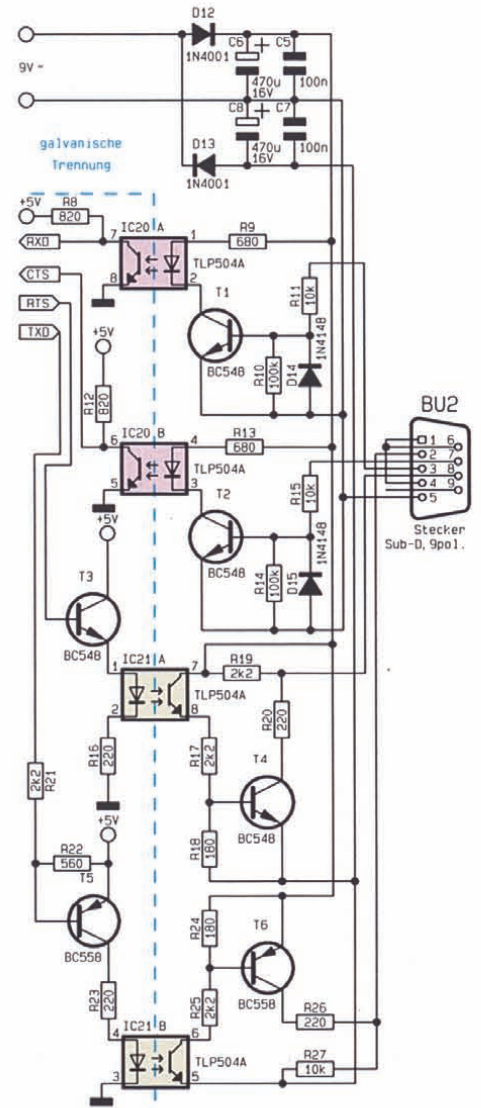

Bild 9: Schaltbild der V24B-Schnittstelle
- Abbildung 9: V24B-Schnittstelle
V24B-Schnittstelle (Abbildung 9)